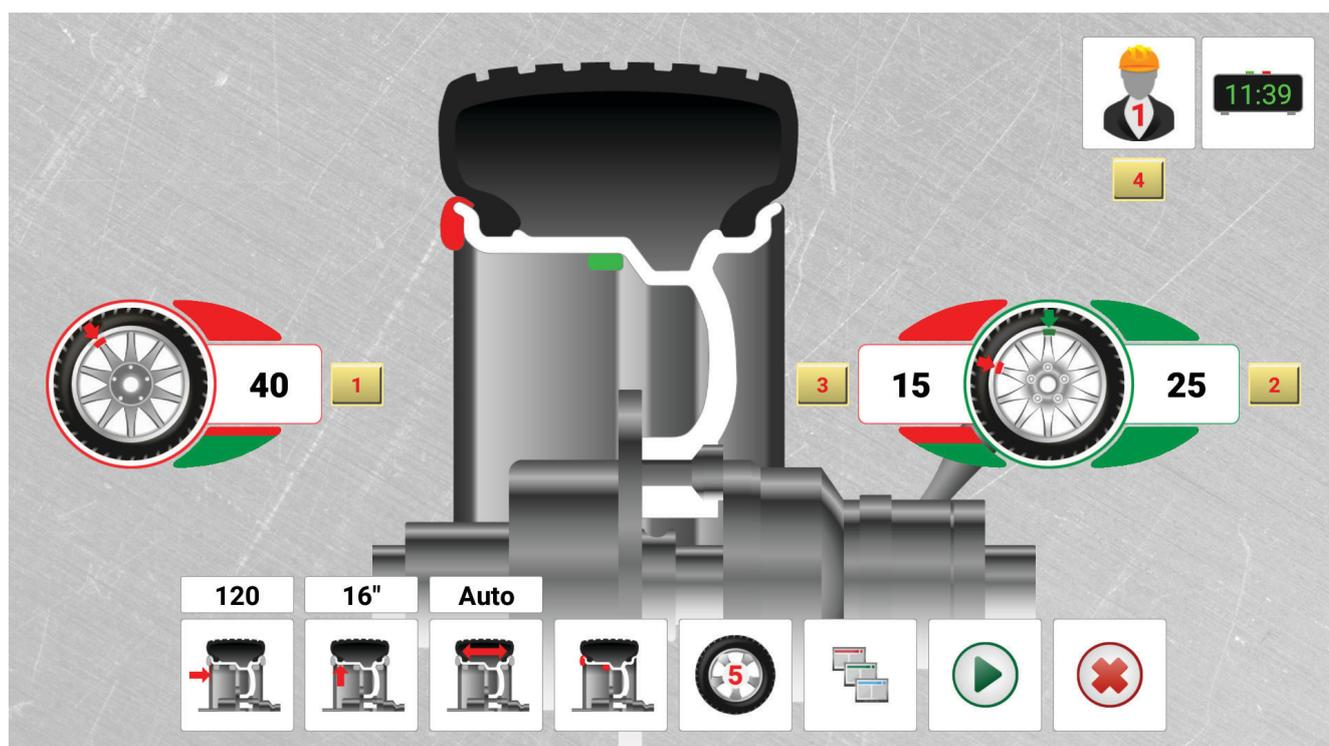

Рис. 12. Дисбаланс, измеренный в режиме разбиения грузиков.
6.5.3 Выполнить п. 6.3.7. Стенд произведет измерение, после этого на экране справа появятся два значения дисбаланса, в этой плоскости необходимо будет установить два груза указанного веса (рис. 12).
6.5.4. Установите грузы, используя для поворота колеса к местам установки «на 12 часов» кнопки «1», «2» и «3» в соответствии с обозначениями на экране (рис. 12).
В режиме разбиения грузиков для алюминиевых литых дисков справа отображается два значения (см. **рис. 12**).